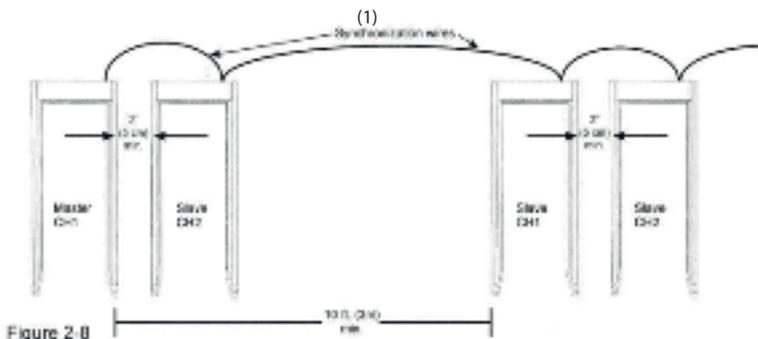

Рис.2-8.(1)-Провода синхронизации;
- Все детекторы имеют 33 зоны (См. рис. 2-8.)